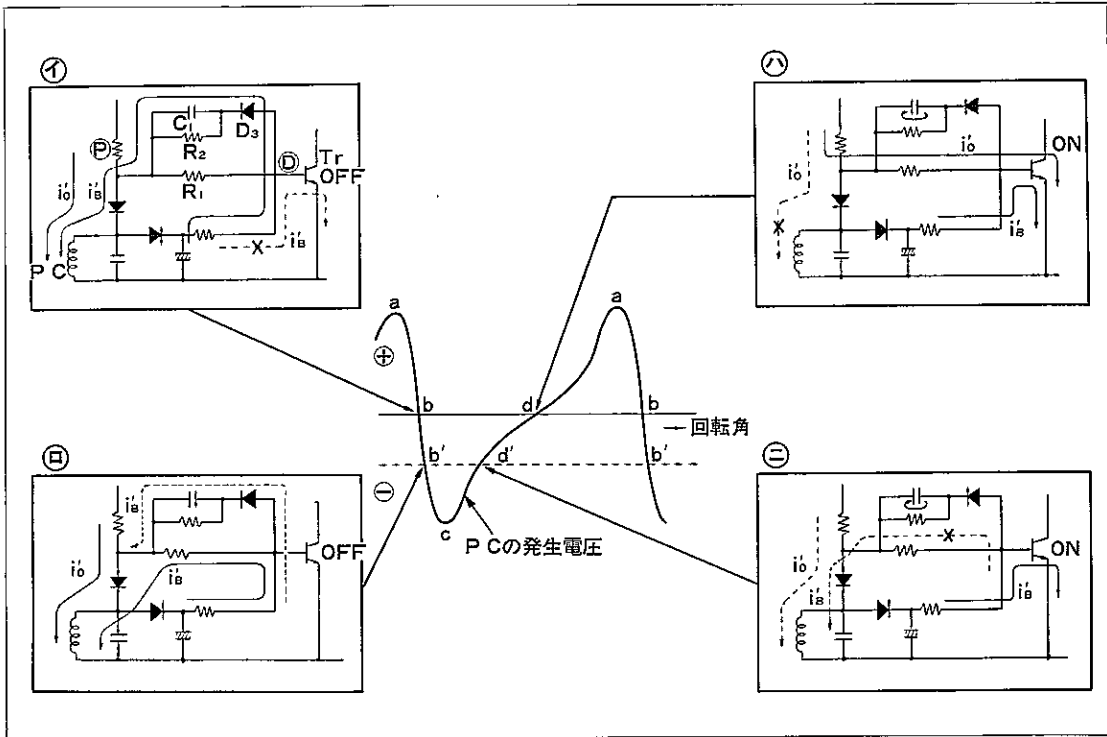

図5-23 点火時期補正回路の作動
図5-23で示すようなPCの発生電圧のときd-a-b間は、図5-23Ⓐのようにバッテリーからの i_o とバイパス回路からの i_B の和($i_o + i_B$)のベース電流によつてTrはONになりコイルに一次電流が流れてます。発生電圧がbになると補正回路がないときは、 R_3 のため i_B がPCに吸収されず、Trのベース電流としてTrをONにしています。
cからd'になると図5-23④のようにTrのベースに i_B が流れるようになるためTrはONレコイルの一次電流が流れます。